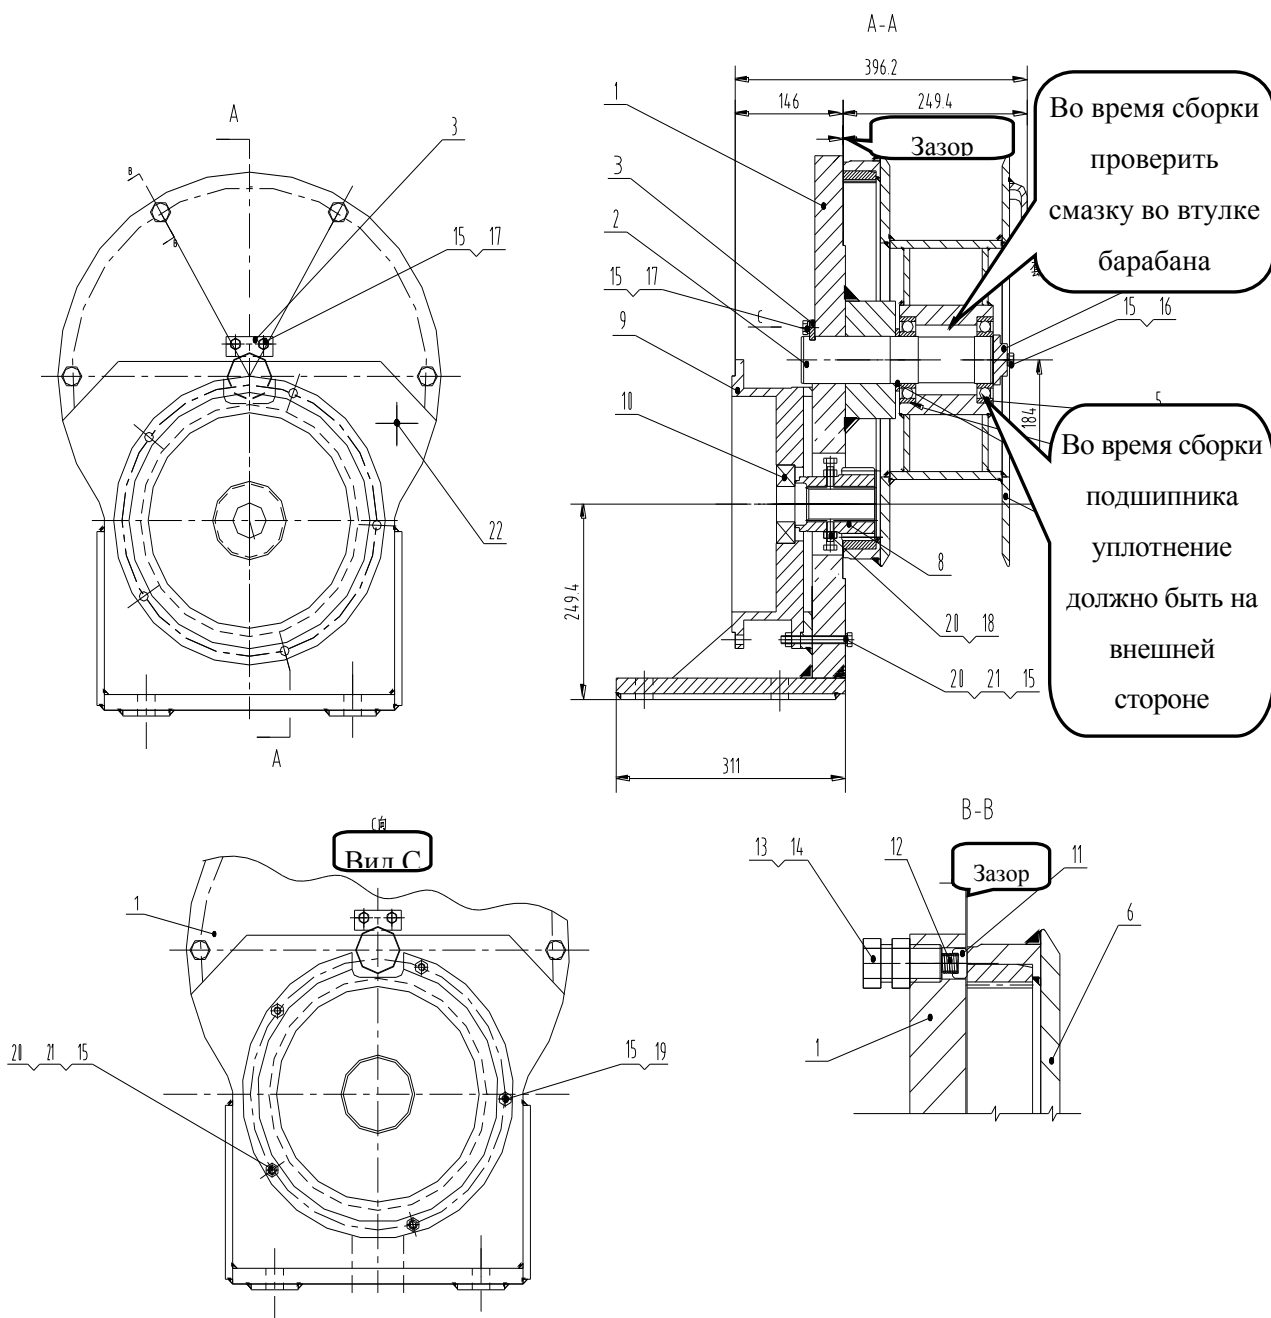

Рисунок 8-3. Конструкция механизма открывания днища ковша
На рис.8-3 приведены следующие обозначения: 1 - подпорка; 2 – вал барабана; 3 - фиксирующая планка; 4 – шайба; 5 - роликовый подшипник; 6 - барабан механизма открывания днища ковша; 7 – фиксирующая планка; 8 – малая шестерня; 9 – втулка; 10 – подшипник регулирующего шара; 11 - колпачок пружины; 12 – пружина; 13, 16, 17, 18, 19, 21 – болт; 14, 20 – гайка; 15 – шайба, 22 – масленка
2. Демонтируйте крепежные детали защитного чехла (3) канатов.
Снимите винты (16 и 17), прокладочное кольцо пружины (15), установочную планку (7), с двуногой стойки снимите защитный чехол тросов (см. рисунок 8-3).
3. Вытащите винт (13), пружину (12) и тарелку пружины (11).
4. Барабан (6) вытащите из вала барабана (2) и достаньте из барабана шариковый подшипник (5).